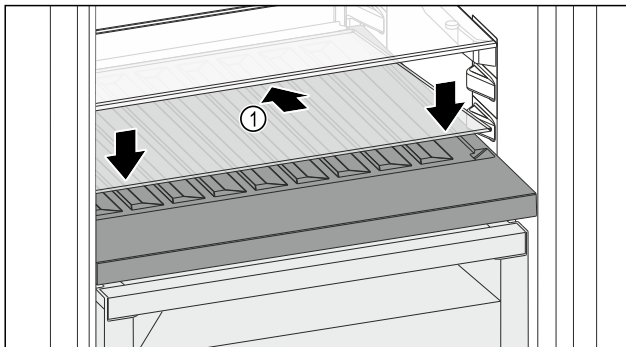

Fig. 86
- Glasplatte Fig. 86 (1) schräg und nach hinten unten geneigt ansetzen.
- Glasplatte Fig. 86 (1) vorne absenken.